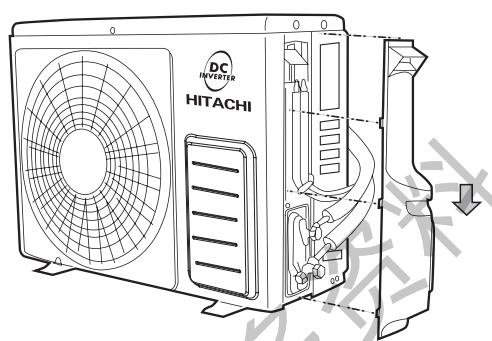
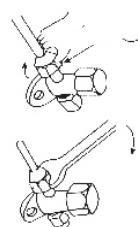

图21
图23
- (1) 将边盖从右侧板上拆下。（如图21）
- (2) 将截止阀树脂封帽拆开。
- (3) 在截止阀与管的喇叭口处涂少许润滑油，然后按图23所示拧紧纳嘴。
- (4) 按图23所示用扳手牢固地将纳嘴扳紧，扭矩力按表(5)规定执行。